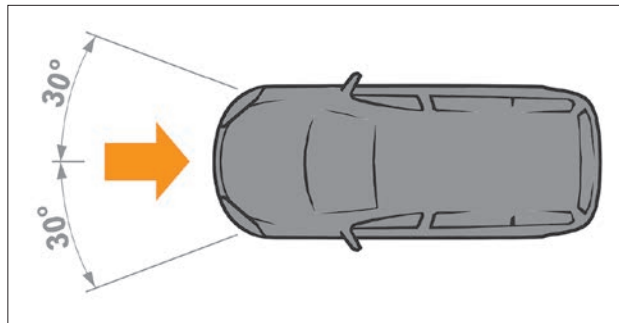

Рис. 2.5.5. Зона действия и срабатывания фронтальных подушек безопасности
- в случае достаточного по силе удара, воздействующего на автомобиль спереди при определенных условиях (см. рис. 2.5.5).